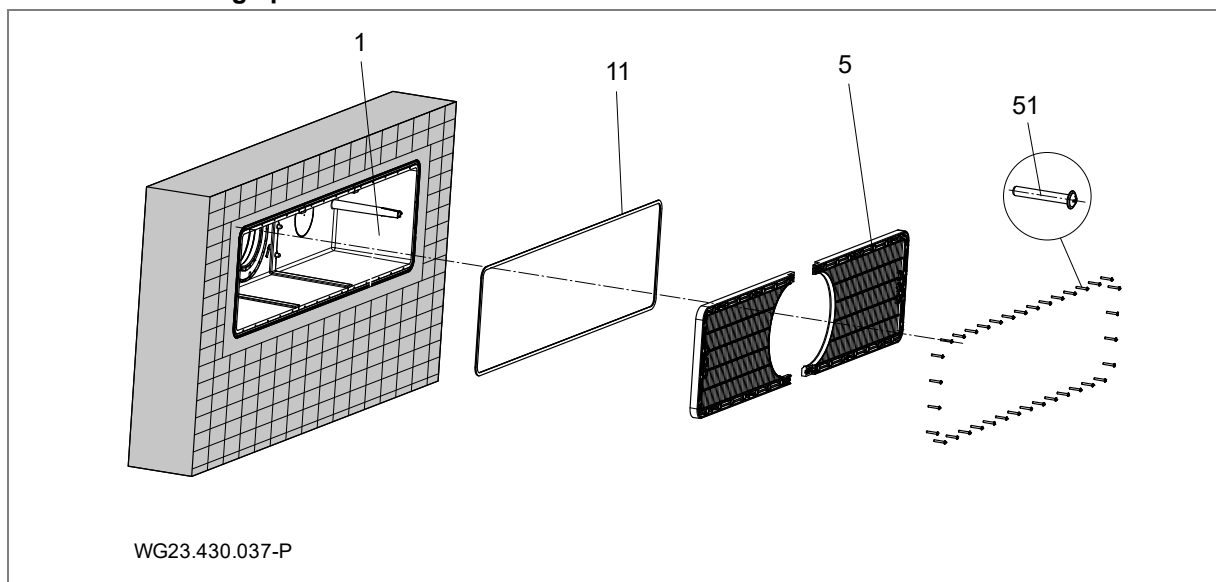

Fig. 8
Pour l'étanchéement par rapport au mur en béton, il est recommandé de créer un anneau en résine époxy / sable silicieux sur tout le pourtour de la paroi extérieure côté bassin du boîtier (1). Voir "Fig. 8", page 17